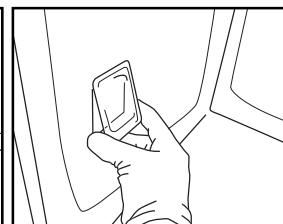

Fig. 9
5. Volver a poner la tapa y empujar contra la pared para engancharla bien (Fig. 9).